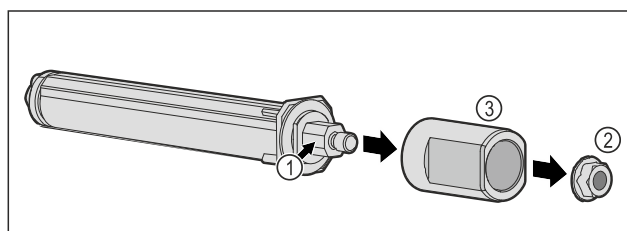

Fig. 58
- Türschließsystem Fig. 58 (1) nicht zerlegen.
- Mutter Fig. 58 (2) entfernen.
- Hülse Fig. 58 (3) abnehmen.